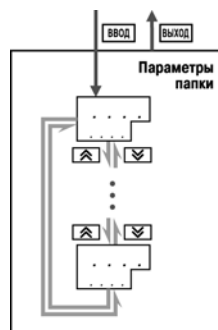

Рисунок 11.4 – Перемещение по параметрам папки
- Перемещение между параметрами осуществляется кнопками и () (циклически в любую сторону) (рисунок 11.4). При этом мигает имя параметра на ЦИ1.